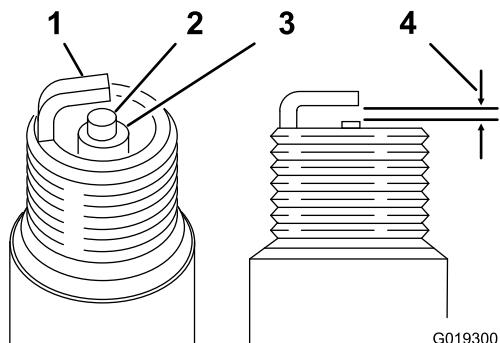

Figura 18
3. Ajuste la distancia entre electrodos a 0,70–0,80 mm (Figura 18)